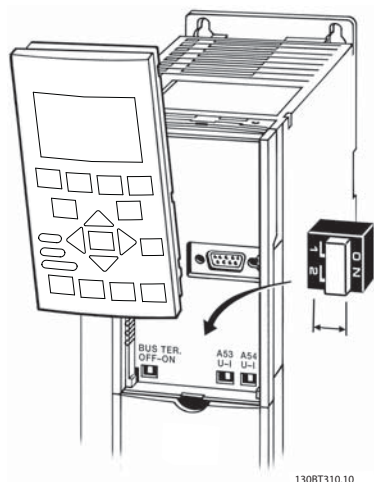

Ilustración 2.21 Ubicación de los conmutadores de los terminales 53 y 54
- Puede accederse a los conmutadores cuando se ha retirado el teclado (véase la *Ilustración 2.21*). Tenga en cuenta que algunas tarjetas de opción disponibles con la unidad podrían cubrir estos conmutadores y, por tanto, es necesario quitarlas para cambiar la configuración de los conmutadores. Desconecte siempre la alimentación de la unidad antes de quitar las tarjetas de opción.